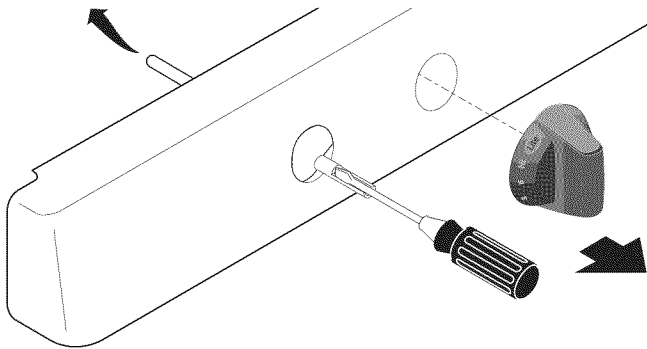

Fig. 36
5. Utilice un desatornillador de hoja delgada y ajuste el tamaño de la llama intern con los tornillos derechos (Vea la Fig. 36). Ajuste el tamaño de la llama externa con el juego de tornillos bajos (Vea la Fig. 36). Dele vueltas en direccion contraria a las manijas del reloj para incrementar el tamaño de la llama. Dele vueltas en direccion a las manecillas de reloj para decrecer el tamaño de la llama.